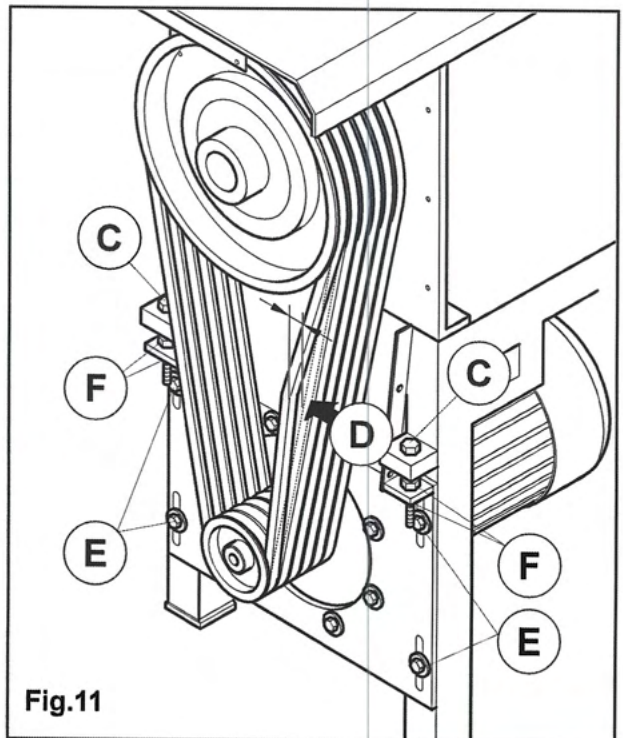

Fig.11
- Allentare le viti di tenuta della piastra motore (E Fig.11)
- Allentare i controdati (F Fig.11)
- Tendere le cinghie agendo alternatamente sulle viti di regolazione (C Fig.11) fino ad ottenere la giusta tensione.
Una cinghia è tensionata correttamente quando flette di alcuni millimetri (D Fig.11).
- Remove guard (B Fig.11) by unscrewing the 4 fastening screws (A Fig.11) on both sides.
- Loosen the motor plate's fastening screws (E Fig.11)
- Loosen lock nuts (F Fig.11)
- Pull belts taut by adjusting adjuster screws (C Fig.11) alternately until tension is correct.
Belts are properly tensioned when they can flex a few millimetres (D Fig.11).
- Allentare i controdadi (F Fig.11)
- Allentare i 2 tenditori (C Fig.11) fino a quando si riesce a togliere le cinghie.
- *Loosen the motor plate's fastening screws (E Fig.11)*
- *Loosen lock nuts (F Fig.11)*
- *Loosen both tensioning devices (C Fig.11) until you can slip off the belts.*
- *Pull belts taut by adjusting adjuster screws (C Fig.11) alternately until tension is correct.*